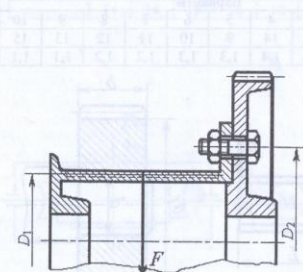

Рис. 58
3. Рассчитать болты крепления зубчатого колеса к барабану лебёдки (рис. 58). Вес поднимаемого груза F , диаметр барабана D_1 и диаметр окружности центров болтов D_2 приведены в табл. 58.